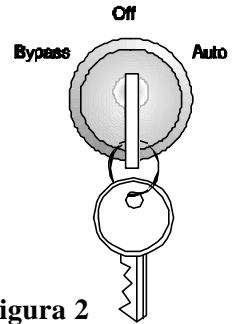

Figura 2
- 2 Abra la puerta frontal del UPS tirando de la parte superior de la puerta hacia usted (vea la Figura 1 para encontrar la puerta). Asegúrese que el interruptor de llave que se encuentra dentro de la puerta frontal del UPS esté en la posición "OFF" (apagado) (vea la Figura 2).